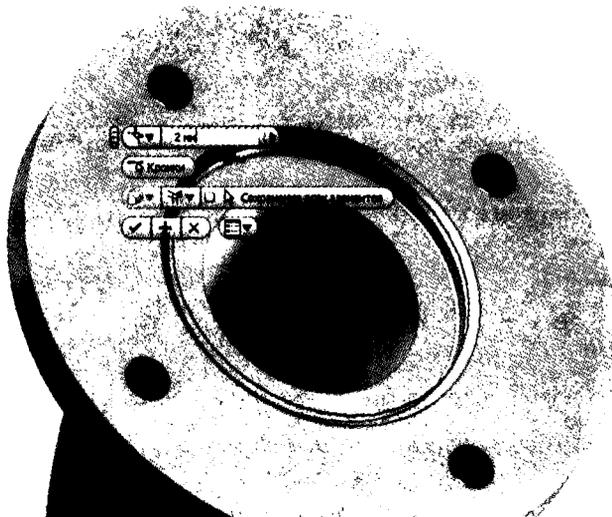

Рис. 3.28. Добавление второй фаски с двумя разными расстояниями
9. Завершите инструмент **Фаска**. На рис. 3.28 показан завершенный адаптер.